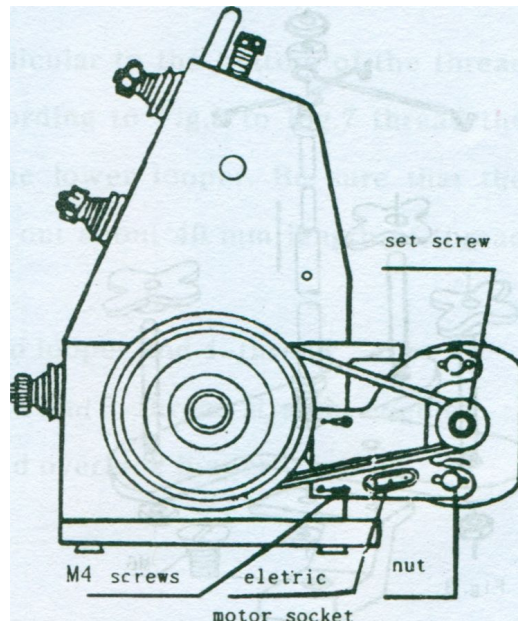

Fig. 2
- Afloje los 4 tornillos M4 en la cabeza de la máquina, monte el motor eléctrico con ellos. Véase Fig. 2.
La tensión de la polea debe ser la óptima. Demasiada tensión puede causar la sobrecarga del motor, mientras que demasiado poca tensión puede causar que la correa resbale. Para ajustar la tensión, simplemente afloje el tornillo de ajuste de la polea y mueva el motor en las ranuras adelante y atrás según sea necesario. (Fig. 2)